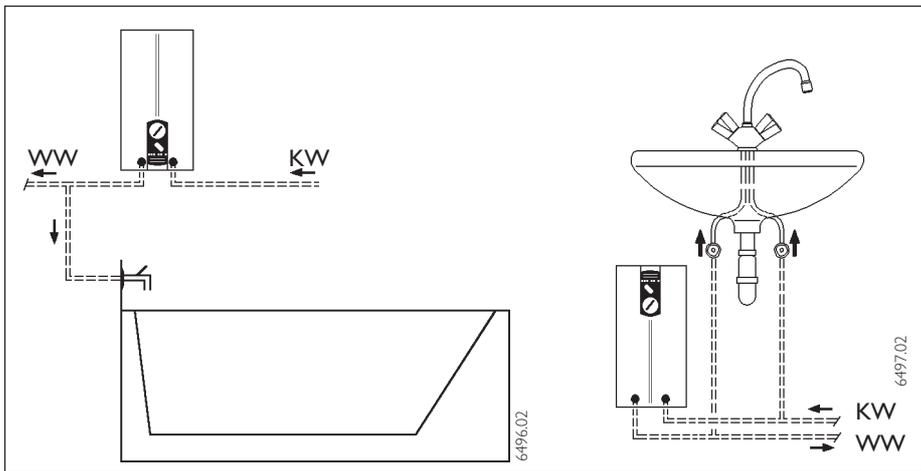

Abb. 4
**⚠** Der DHB ist senkrecht gemäß Abb. 4 (Übertisch oder Untertisch) und möglichst in Nähe der Zapfstellen zu montieren. Bei einer Untertischmontage ist ein Verdrehen der Kappe (**nicht Rückwand**) wie in Abb. 5 dargestellt möglich.